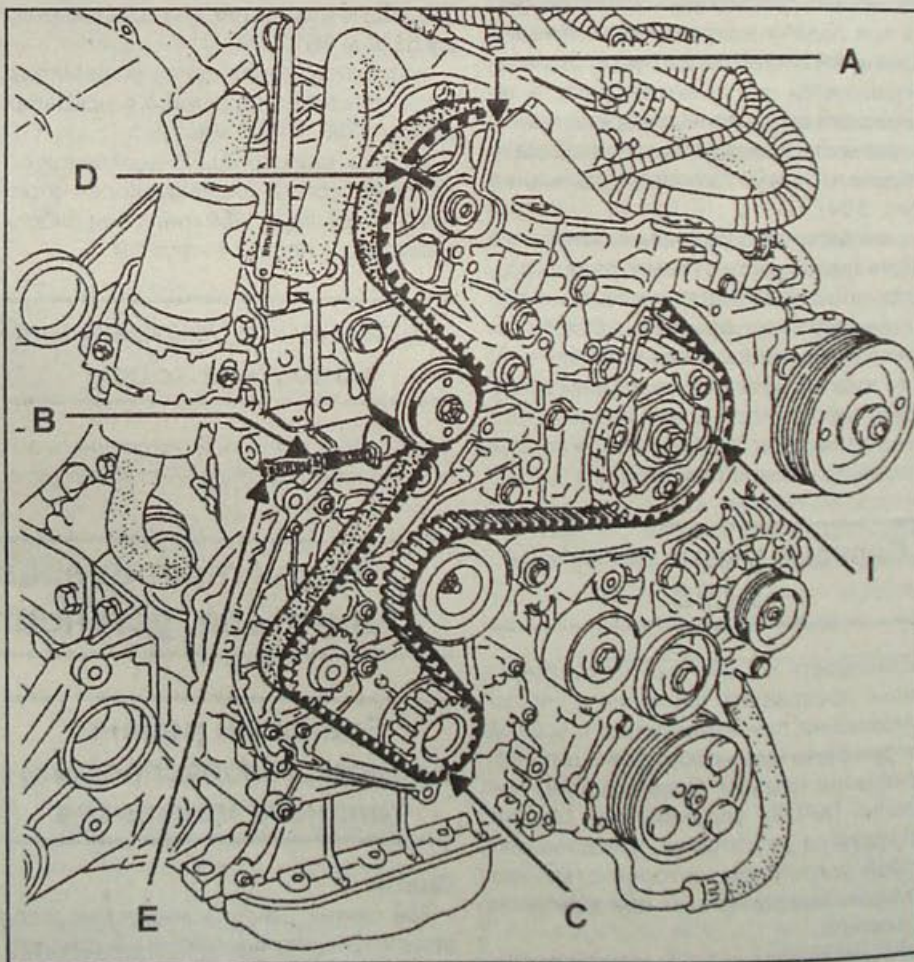
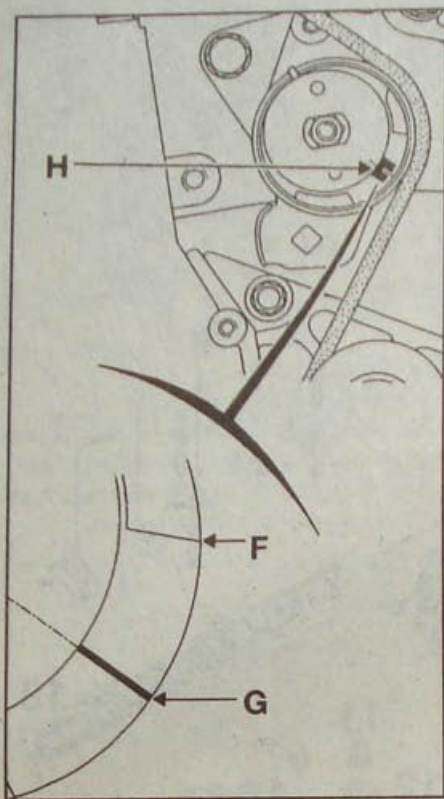

Рис. 3.31. Положение меток при установке фаз газораспределения:
Рис. 3.33. Расположение меток при натяжении ремня привода газораспределительного механизма:
- Проверните коленчатый вал до тех пор, пока метка на шкиве коленчатого вала (С, рис. 3.31) не будет направлена вниз, а метка (D) на шкиве распределительного вала – слева под углом приблизительно 45° (внутренняя метка А шкива распределительного вала должна находиться напротив метки на крышке головки цилиндров) и метка (I) шкива ТНВД – напротив метки на кожухе ТНВД.
- Регулировка натяжения ремня проводится с помощью регулировочного болта (E, рис. 3.31).
- Вращая болт (E, рис. 3.31) натяните ремень привода газораспределительного механизма, при этом скоба-метка (H, рис. 3.33) натяжного ролика должна совместиться с упором (F) и, не прилагая большого усилия, затяните стопорную гайку регулировочного винта.
- Отверните стопорную гайку регулировочного болта, затем постепенно приведите натяжной ролик в номинальное положение, когда штрих-метка (G, рис. 3.33) проходит по центру скобы-метки (H).
- Удерживая регулировочный болт (E, рис. 3.31) от проворачивания, затяните контргайку (B).
- Вращая болт (Е, рис. 3.31) натяните ремень привода газораспределительного механизма, при этом скоба-метка (Н, рис. 3.33) натяжного ролика должна совместиться с упором (F) и, не прилагая большого усилия, затяните стопорную гайку регулировочного винта.
- Отверните стопорную гайку регулировочного болта, затем постепенно приведите натяжной ролик в номинальное положение, когда штрих-метка (G) пройдет по центру скобы-метки (Н). Затяните стопорную гайку моментом 30 Н·м.